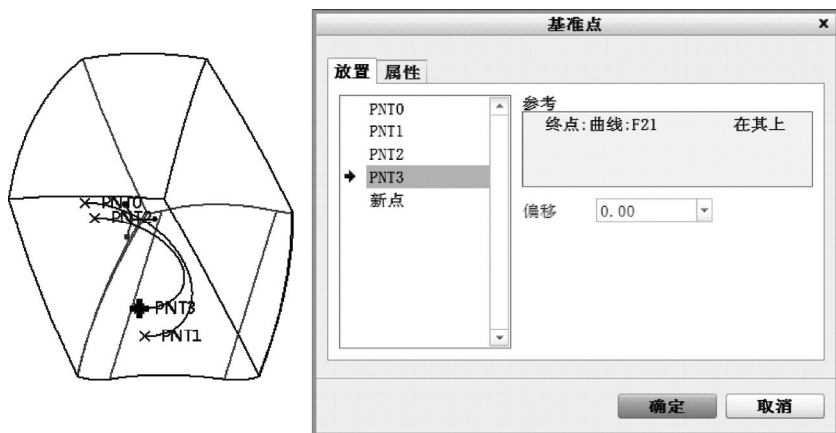

图 12-99 创建基准点
- 2) 分别在曲线的端点处创建基准点, 如图 12-99 所示。为了便于选择被遮挡了的基准曲线端点, 可以在“图形”工具栏中临时选中 (隐藏线) 图标的模型显示样式。